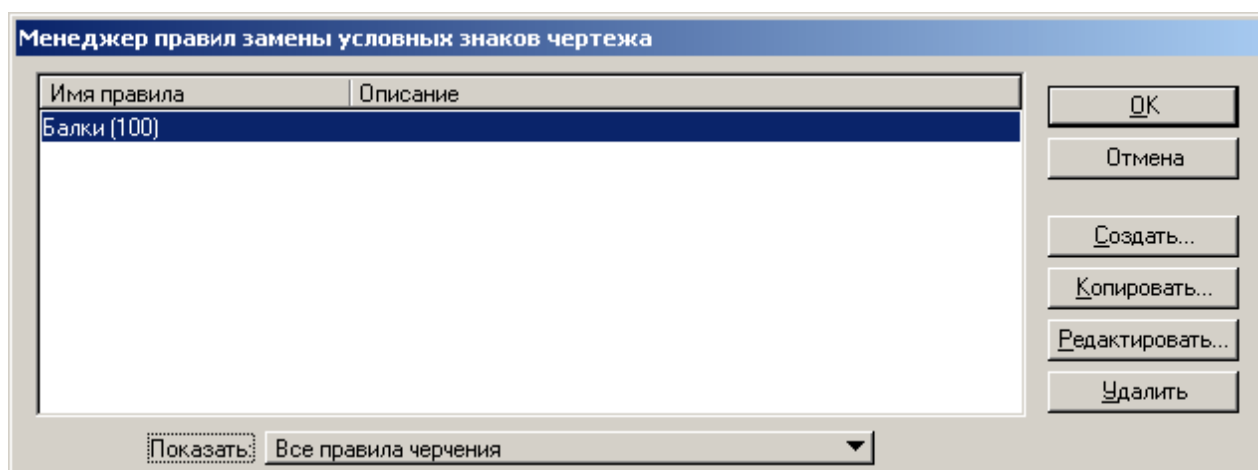

Рисунок 130
- Для создания нового правила обработки элементов Structural надо нажать на кнопку **Создать**, появится диалоговое окно *Редактор назначения правил Structural* (Рисунок 130).